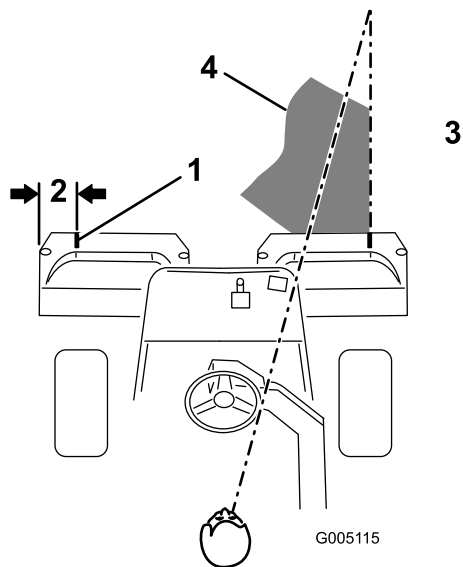

Figura 29
2. Applicare una striscia adesiva bianca, oppure tracciate una linea con della vernice bianca, su ciascun cestello, parallela al bordo esterno del cestello stesso (Figura 29).
3. Durante le passate di ritorno sovrapponetevi uno spazio minimo alla falciatura precedente. Per tosare in linea retta il green e mantenere la macchina alla medesima distanza dal bordo della falciatura precedente, immaginate una linea da 1,8-3 m circa davanti alla macchina fino al bordo della sezione di green da tosare (Figura 29 e Figura 30). Potrebbe essere utile includere nella linea di collimazione il bordo esterno del volante, vale a dire, tenere allineato il bordo del volante con un punto che si trovi sempre alla stessa distanza dalla parte anteriore della macchina (Figura 29 e Figura 30).